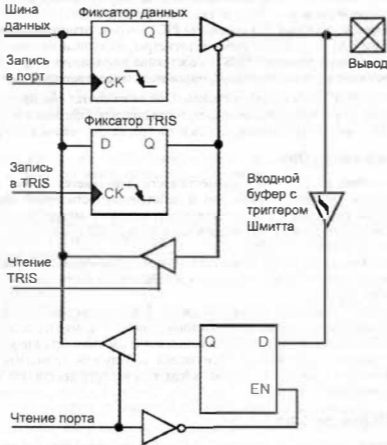

Рис. 3.1. Типичный порт
- для каждого порта существует адресуемый фиксатор — регистр LAT (рис. 3.1).
Тем не менее, по причинам совместимости допускается запись в регистры PORT. При этом следует помнить, что в действительности запись производится в регистры LAT, как в случае предшествующих семейств микроконтроллеров PIC. На рис. 3.1 видно, что там стробы записи для LAT и PORT объединяются посредством логического элемента “ИЛИ”.